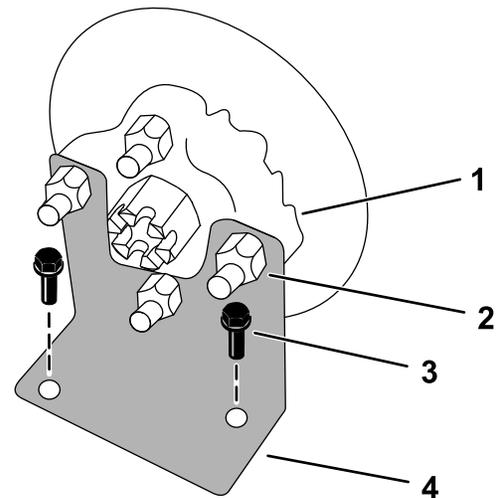

Figura 1
- Retire las 4 tuercas del cubo de cada rueda (Figura 1).